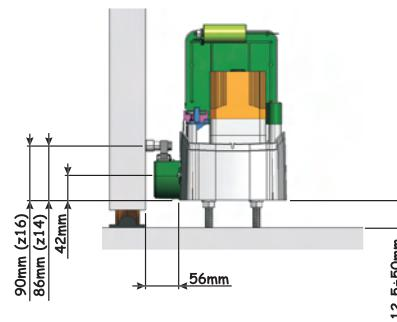

Fig. 10
3. Registrare l'altezza dei piedini e la distanza dal cancello facendo riferimento a Fig. 10.